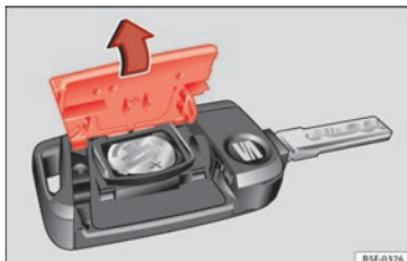

Fig. 132 Chiave del veicolo: aprire il coperchio del vano della batteria.
- Togliere il coperchio della parte posteriore della chiave del veicolo» **fig. 132** nella direzione indicata dalla freccia» **👉.**
- Collocare il coperchio come illustrato» **fig. 132** e inserirlo nel vano batteria nella direzione contraria a quella indicata dalla freccia.